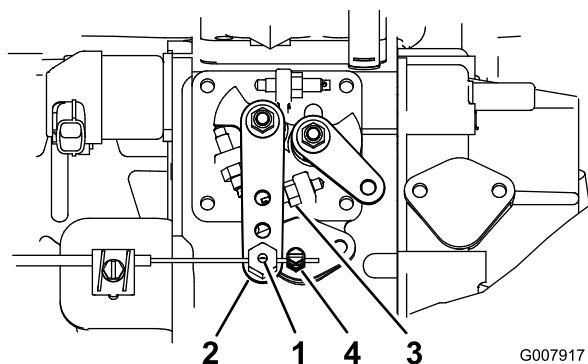

Figure 63
- Desserrez la fixation du câble d'accélérateur sur le bras du levier de la pompe d'injection (Figure 63).
- Maintenez le bras de levier de la pompe d'injection en appui contre la butée de régime maximum de marche à vide (Figure 63).